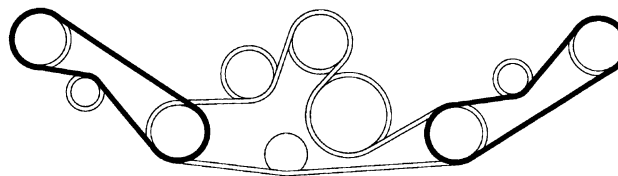

Fig. 13
5. Anbring den nye rem omkring spindelremskiverne og gennem strammerremskiverne, som vist i Fig. 13.